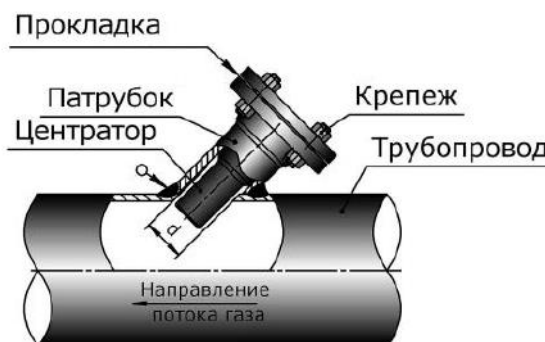

Рисунок 2.18 – Установка центлятора в патрубок
– в патрубок установите и закрепите центратор (рисунок 2.18). Центратор одновременно является заглушкой для герметизации трубопровода при демонтаже преобразователя расхода;